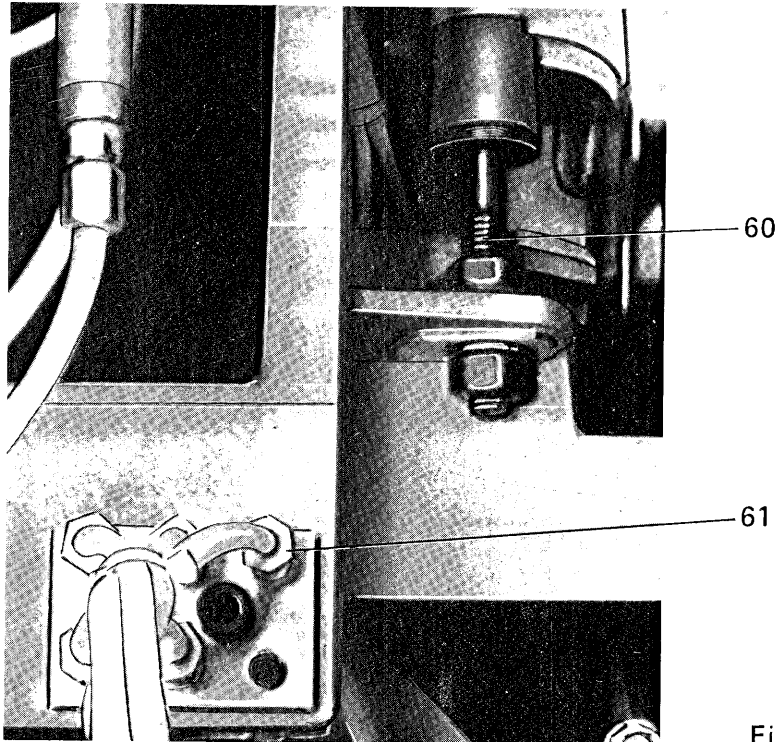
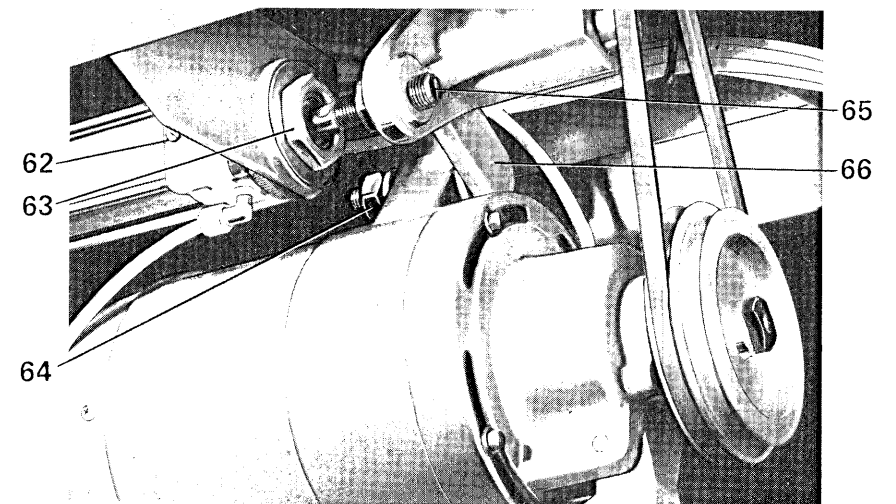

Fig. 24
Fig. 23
Si pour des raisons de passage il était nécessaire de réduire encore l'encombrement, il est possible de démonter le chariot porte-tête. Les branchements pneumatiques au chariot porte-tête sont effectués au moyen d'une goupille pneumatique (61 fig.23).
4. Visser la tige du piston d'extraction du chariot porte tête couseuse (65 fig.24) dans le siège spécial du soutien du moteur. L'écrou sert de butée et fixe la cote de fixation exacte. Vérifier que le chariot coulisse librement pendant toute sa course.
N.B. - En fin de course il sera freiné par effet des amortisseurs de fin de course pneumatiques incorporés dans le cylindre et réglables au moyen de la vis (62 fig.24).
Ce montage doit être effectué avec beaucoup de soin, en vérifiant que le chariot coulisse parfaitement sans faire fléchir la tige du piston. Si ce défaut se vérifiait, il faudrait desserrer l'écrou de blocage (63 fig.24) du cylindre, centrer celui-ci et le bloquer définitivement.
7. Monter la courroie de transmission en vérifiant la tension. Si cela était nécessaire desserrer la vis de blocage (64 fig.24) et faire tourner le moteur de façon à mettre en juste tension la courroie.
Si un réglage plus important était nécessaire, desserrer le soutien à angle (66 fig. 24) et le faire tourner juste ce qu'il faut.
Si cela est nécessaire changer la position de la tête couseuse en agissant sur la tige filetée (65 fig.24) du chariot porte-tête couseuse et sur les pivots amortisseurs de la tête (60 fig.23)
- Vérifier que la plaque aiguille soit parfaitement au niveau du plan de travail. Si cela est nécessaire agir sur les pivots (60 fig.23) pour changer la position en hauteur de la tête couseuse.